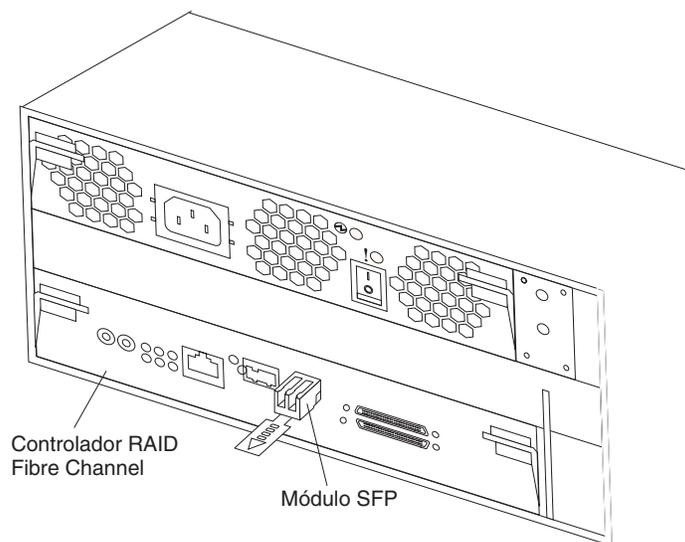

Figura 18. Instalación de un módulo SFP en el conector del sistema principal
4. Gire el módulo SFP de modo que la lengüeta de plástico o de alambre quede hacia abajo; a continuación, insértelo en el conector del sistema principal hasta que se oiga un "clic", que indica que se ha colocado correctamente. Consulte la Figura 18.